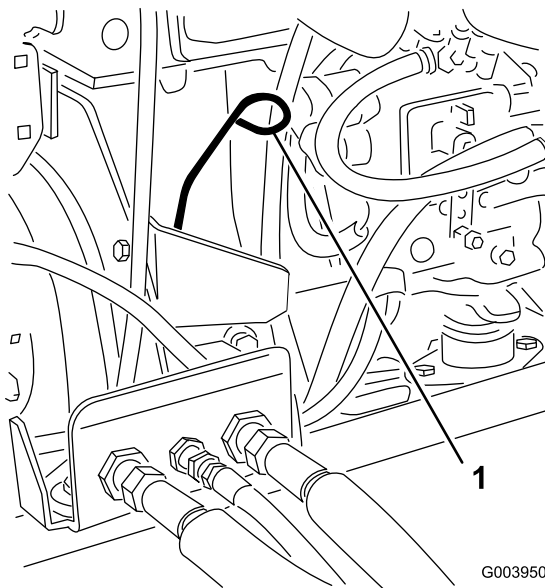

Figura 29
3. Retire la varilla, límpiela, y vuelva a colocarla (Figura 29).